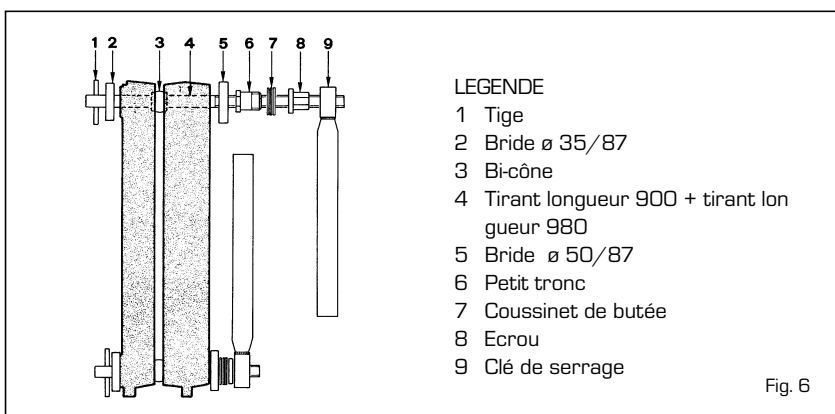

Fig. 6
- Assembler les éléments par le biais du couple de tirants d'assemblage prévus à cet effet, avec les accessoires correspondants - code 6050900 (figure 6), en exerçant une pression simultanément sur le moyeu supérieur et sur le moyeu inférieur. Au cas où, au cours de l'opération, l'avancement entre les éléments ne serait pas uniforme et parallèle, il faut introduire un scalpel dans la partie la plus resserrée et, en forçant, rétablir le parallélisme entre les deux pièces devant être unies. L'union des éléments doit être considérée comme étant réalisée au moment où les bords extérieurs des éléments entrent en contact.